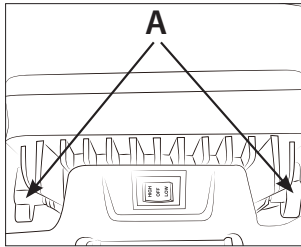

FIG. 5A
Pour régler l'angle du bâti de la lampe, desserrer le bouton de réglage de l'angle du bâti (A), tenir la poignée avec une main et régler le bâti de la lampe avec l'autre main. (Fig. 5A)